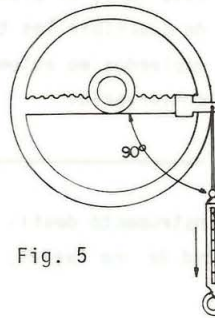

Fig. 5
- La tensión con que se pone en movimiento el volante de dirección, permitiendo verificar la precarga de los rodamientos del eje sin fin (fig. 5).